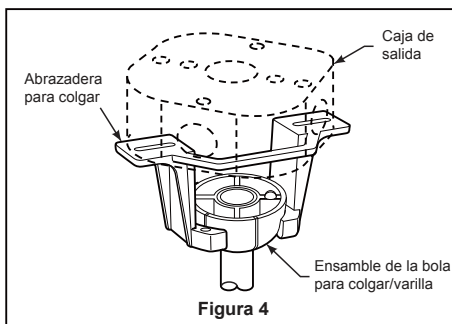

Figura 4
- ☐ 2. Levante cuidadosamente el ventilador y coloque el ensamble de la bola para colgar/varilla en la abrazadera para colgar que acaba de fijar a la caja de salida. Asegúrese de que la ranura de la bola esté alineada con la lengüeta de la abrazadera para colgar. (Figura 4)